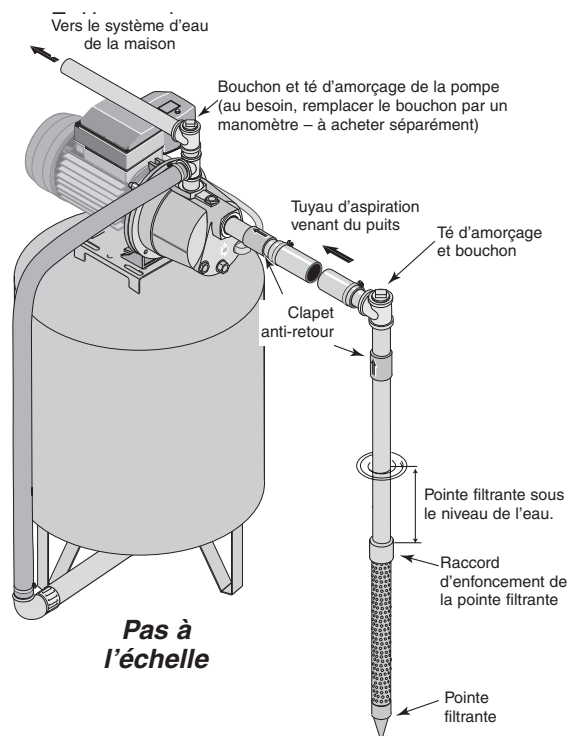

Figure 1: Installation avec une pointe filtrante
INSTALLATION DE LA POINTE FILTRANTE (FIGURE 1)
3. Utiliser le moins possible de raccords (en particulier des coudes) lorsque l'on branche la tuyauterie de la pointe filtrante sur l'orifice d'aspiration de la pompe (y compris le diamètre de l'orifice d'aspiration de la pompe (y compris le clapet anti-retour si la pompe n'en comporte pas un - voir la Figure 1). Supporter le tuyau de façon qu'il ne soit pas cintré afin qu'il n'exerce pas de contraintes sur le corps de la pompe; de plus, il doit être légèrement incliné vers le haut, du puits jusqu'à la pompe (les points hauts risquent de causer des poches et des bouchons d'air dans la pompe). Rendre étanches les raccords du tuyau d'aspiration avec du ruban téflon ou une pâte pour raccords filetés à base de téflon. Les raccords doivent être étanches à l'air et à l'eau. **Si le tuyau d'aspiration aspire de l'air, la pompe ne pompera pas l'eau du puits.** Si une pointe filtrante ne fournit pas suffisamment d'eau, considérer brancher deux ou trois pointes filtrantes sur un même tuyau d'aspiration.